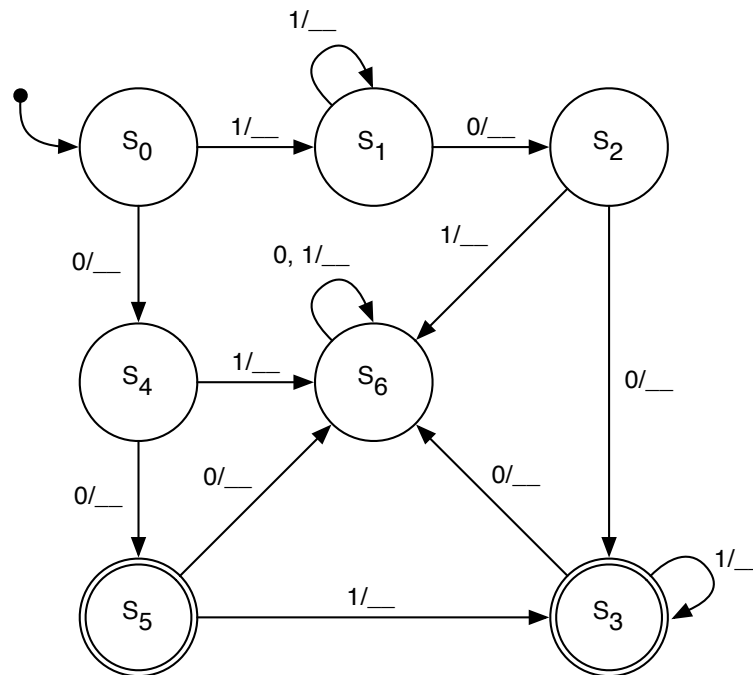

Abbildung 1: Mealy-Automat
Gegeben sei der durch Abbildung 1 spezifizierte Mealy-Automat, bei dem aber die Ausgaben fehlen. Der Automat erkennt eine spezielle Eingabefolge von Bits und gibt jedes Mal, wenn er in den Zustand S_3 oder S_5 gelangt, eine '1' aus. Damit signalisiert der Automat, dass eine gültige Bitfolge erkannt wurde. Ansonsten wird '0' ausgegeben.
- a) Ergänzen Sie die richtigen Ausgaben in Abbildung 1. (2 Punkte)
- b) Füllen Sie die gegebene Automatentafel zu dem in Abbildung 1 spezifizierten Mealy-Automaten aus. (2 Punkte)